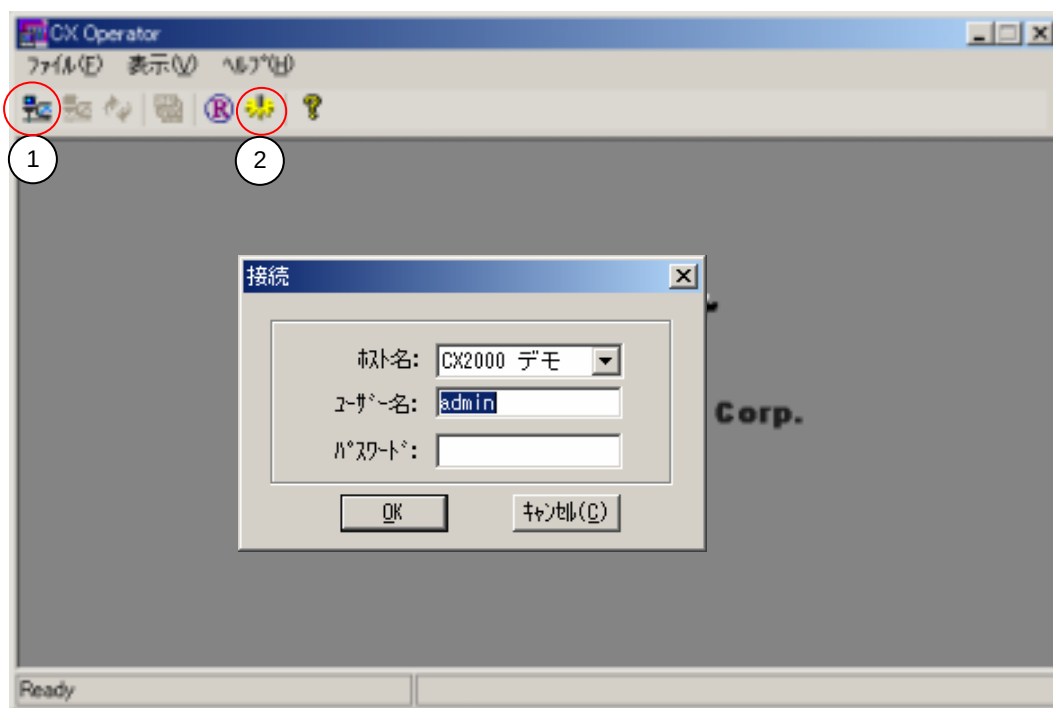

図 2 接続用ダイアログ BOX
1. メニューから「ファイル」のサブメニュー「接続」を選択するか、図 2①をクリックして図 2 の接続用ダイアログボックスを表示します。
メニューから「ファイル」の サブメニュー「通信周期設定」を選択するか、図 2②をクリックして CX オペレータと CX 間の通信周期を設定します。単位は msec となります。